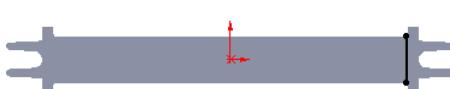
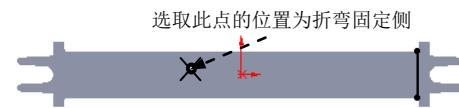

图 15.2.14 绘制的折弯线
图 15.2.15 固定侧的位置
② 定义折弯线草图。在草图环境中绘制图 15.2.14 所示的折弯线。
③ 选择下拉菜单 **插入(I)** → **退出草图** 命令，退出草图环境，此时系统弹出“绘制的折弯”对话框。
(3) 定义折弯固定侧。在图 15.2.15 所示的位置处单击，确定折弯固定侧。
(4) 定义钣金参数属性。在 **折弯参数(P)** 区域的 **角度(A):** 文本框中输入折弯角度值 20.0，在 **折弯位置:** 区域中单击“折弯中心线”按钮 .
(5) 单击 按钮，完成折弯 1 的创建。